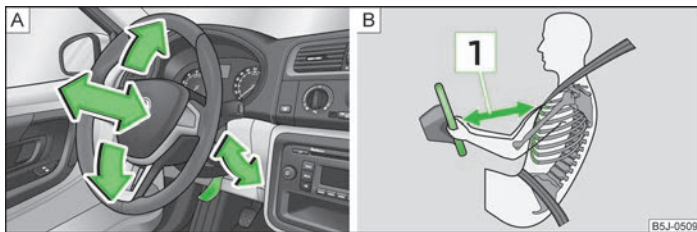

Fig. 81 Volante regulable: Palanca debajo de la columna de dirección/distancia segura hasta el volante
- Mantener a una distancia mínima de 25 cm hasta el volante **1** » fig. 81 de la página 81 - **B**. Si no respeta la distancia mínima, el sistema de airbag no podrá protegerle - ¡Peligro de muerte!
- Girar la palanca situada debajo del volante hacia abajo » fig. 81 - A.